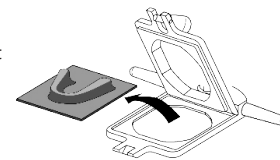

Fig. 8
- Retirez l'empreinte de la plaque d'emboutissage (fig. 8) et découpez la partie plate de la plaque.